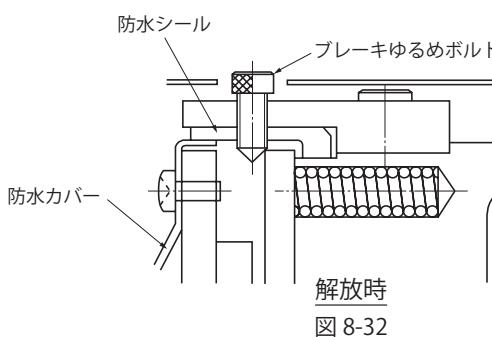

図 8-32
- (1) 対角 2ヶ所のブレーキゆるめボルトを一旦外し、手動解放防止用スペーサを取り除いた後、再度ボルトを六角スパナでねじ込んでいくとブレーキは解放されます。この時ブレーキゆるめボルトを回し過ぎないようにしてください。(ブレーキが解放されたか確認しながらブレーキゆるめボルトを回してください。) (図 8-32、8-33 参照)